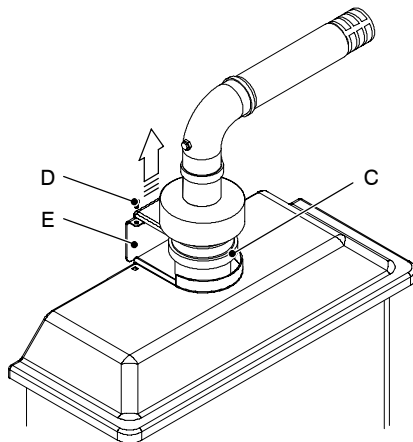

fig. 9.3
- 3 Alzare la guarnizione a manicotto "C", svitare le viti "D" e togliere il riparo posteriore ferma tettuccio "E" (fig. 9.3)